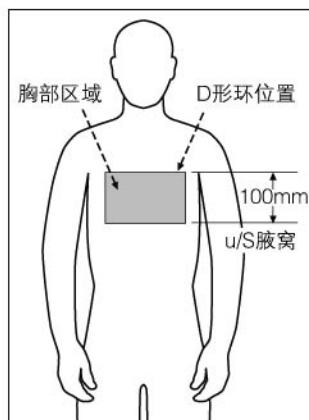

图9
7.1.3 调整安全带,将胸部D形环和胸部束带(如有)调整到胸骨部位。(见图9)
- 将胸部D形环和胸部束带移至胸骨部位(见图9)。